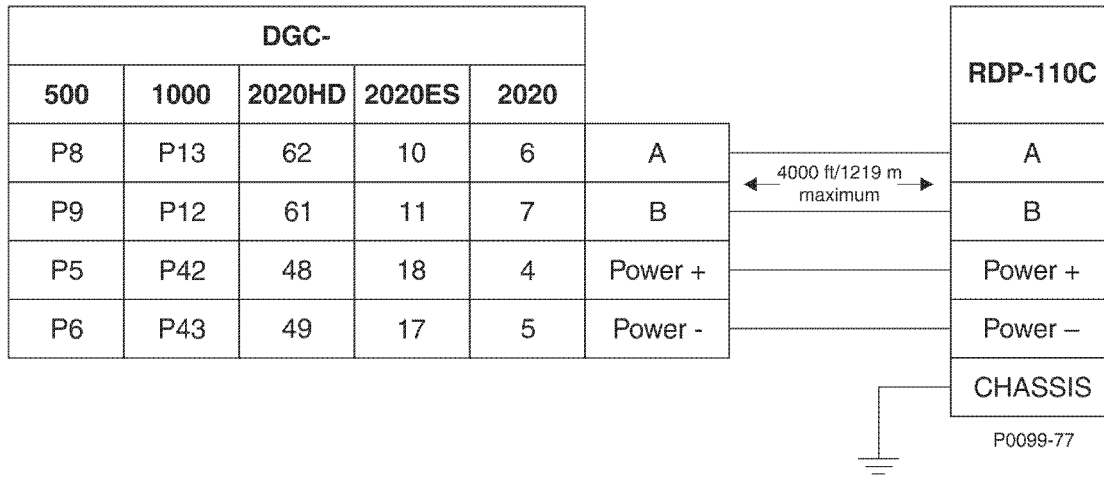

Figure 11. Connexions typiques
Les équipements nécessaires pour tester le fonctionnement du RDP-110C sont répertoriés ci-dessous. Les connexions pour l'essai sont illustrées dans la Figure 11.
1. Connectez l'installation d'essai du RDP-110C comme indiqué dans la Figure 11.